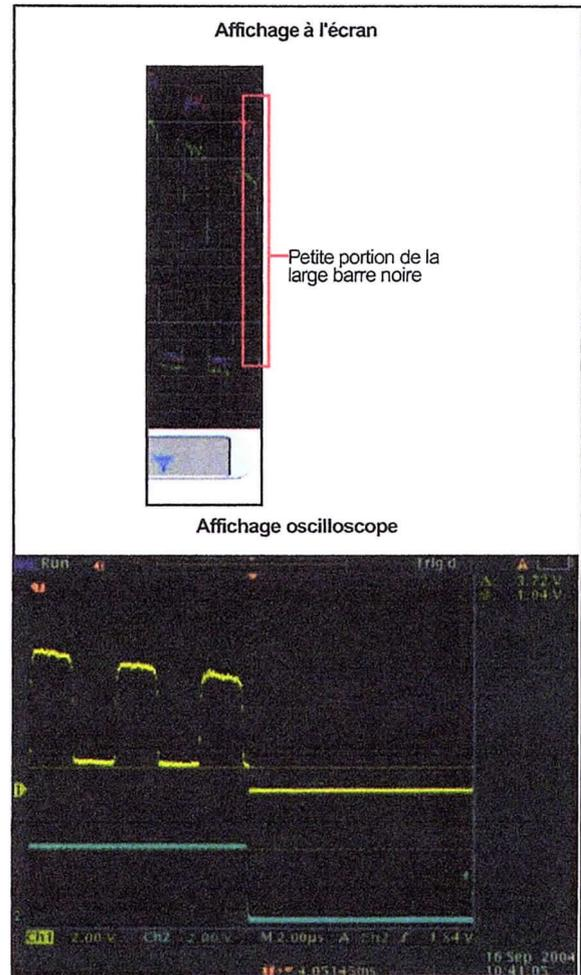

Figure 9-22 Réglage sur le contour de file
- C. Régler le zoom de manière à ne laisser qu'une petite portion de cette barre visible (se reporter à la Figure 9-22).